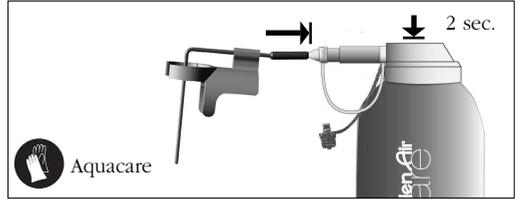

fig. 3A
- Lavar o líquido fisiológico por pulverização (2 segs) no tubo do sistema de irrigação com **Aquacare fig. 3A**.